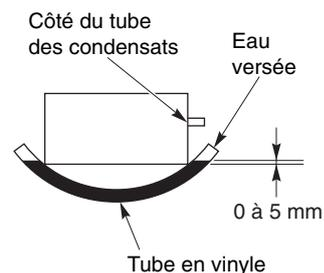

Fig. 3-9
- (4) L'unité doit être ajustée à l'aide du niveau d'eau ou de la manière indiquée à la figure 3-9 afin que le côté évacuation des condensats soit incliné 5 mm plus bas que le côté opposé.
- (5) Une fois le dégagement ajusté, fixez fermement tous les écrous de suspension supérieurs et inférieurs.